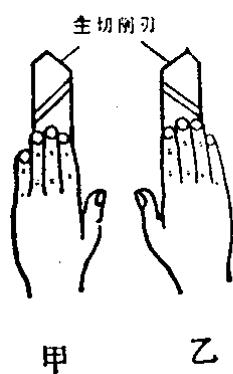

图12 左切刀和右切刀
(1) 左切刀(图12甲)：左手拇指指向主切削刃一边的为左切刀。
(2) 右切刀(图12乙)：右手大拇指指向主切削刃一边的为右切刀。